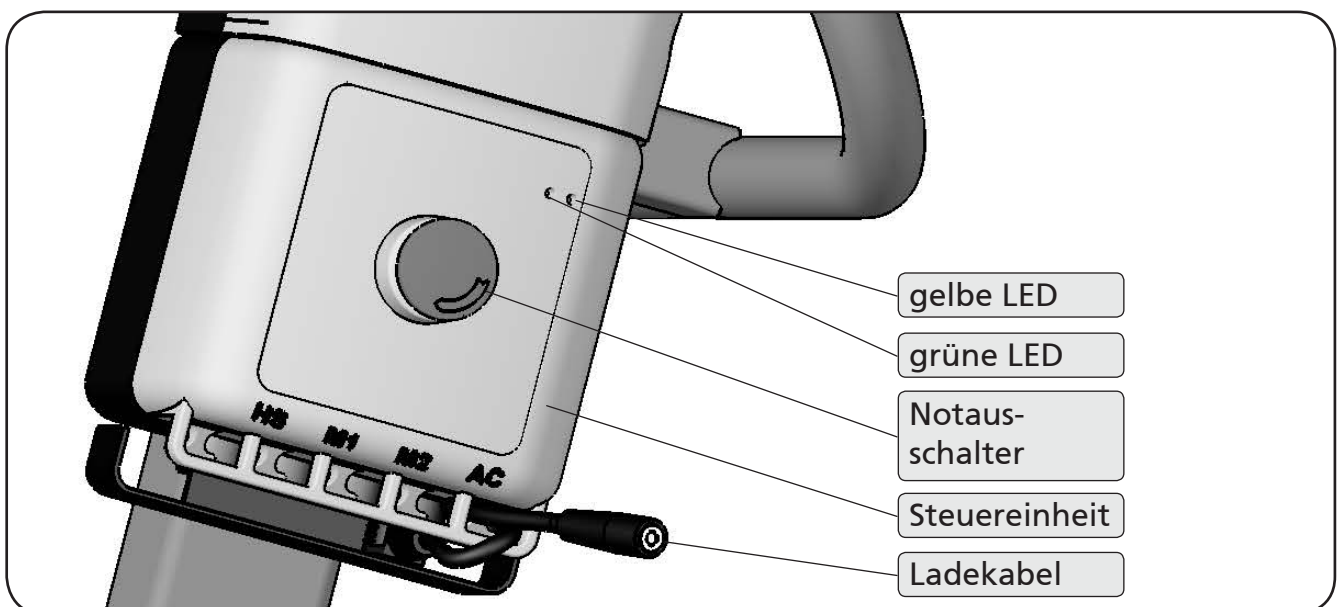

Abbildung 27
3. Entriegeln Sie den Notauschalter (Abbildung 27), falls er gedrückt ist, durch Verdrehen im Uhrzeigersinn.